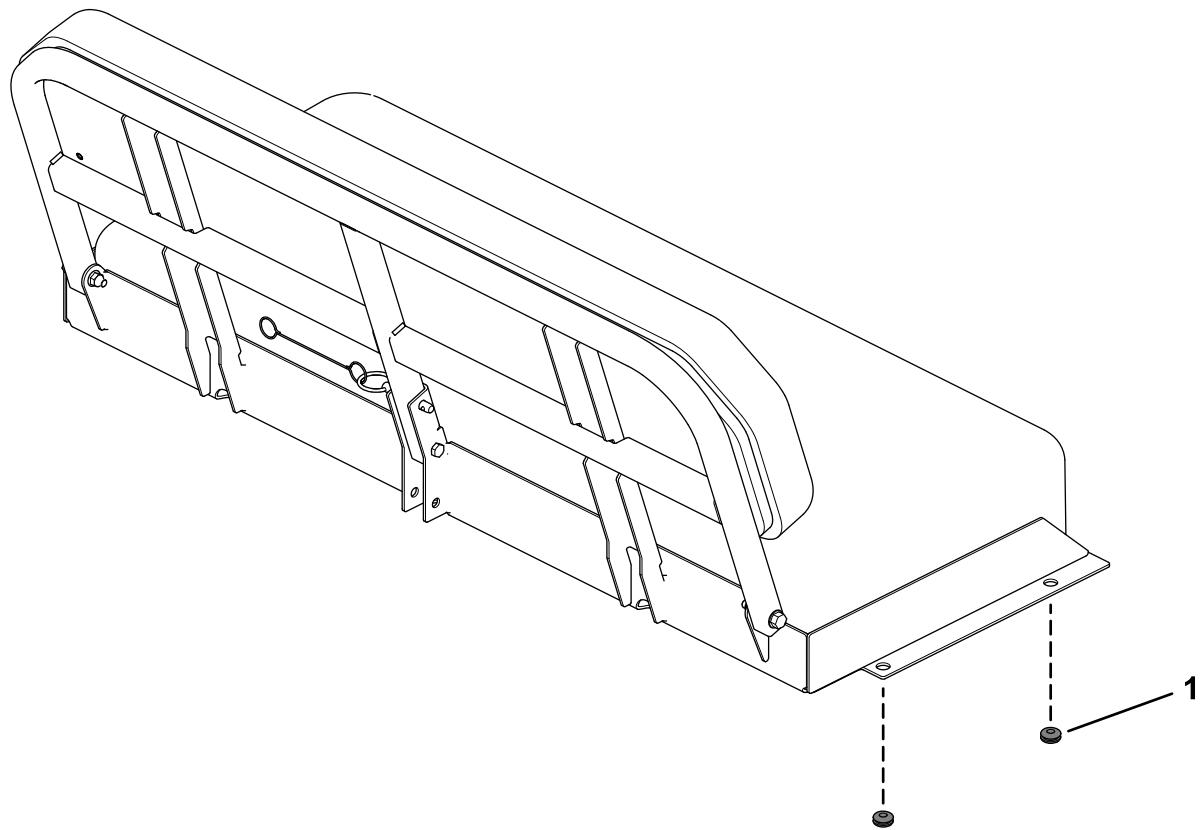

図 10
9. シートベースのエッジ部分にゴム製ハトメ4個を図10のように取り付ける。